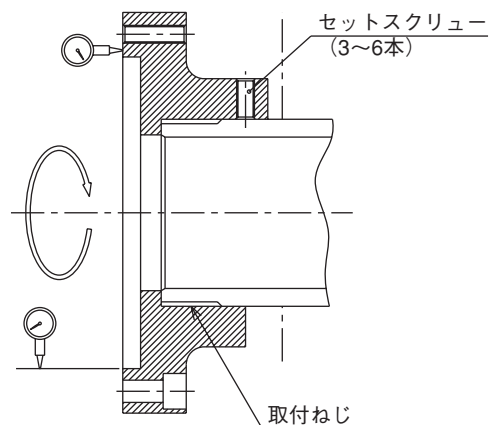

図12 シリンダアダプタの振れ測定
- シリンダアダプタの面振れ及びギンローの振れは0.005mm以下にして取付ること。（図12）
- シリンダアダプタの緩み止めのセットスクリューを必ず設けてください。（図12）